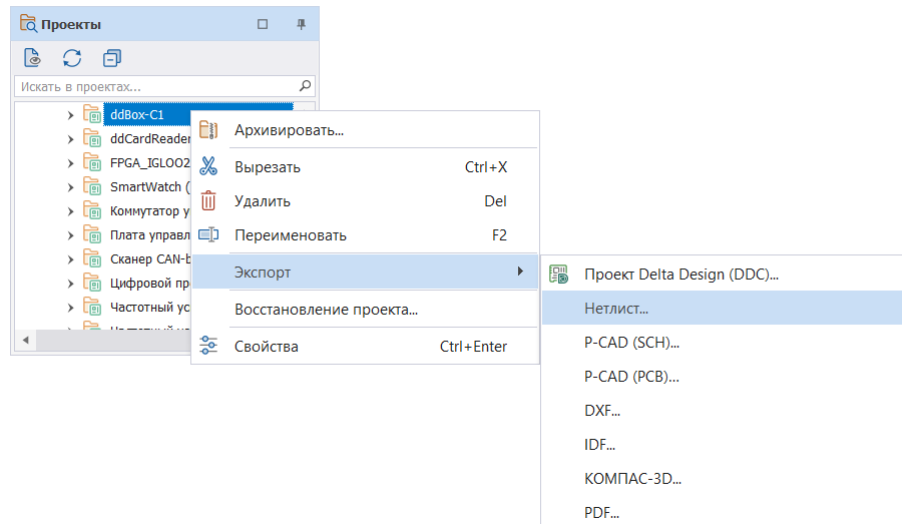

Рис. 74 Переход к экспорту нетлиста проекта
1. Вызовите контекстное меню с выбранного проекта, выберите «Экспорт» → «Нетлист...», см. Рис. 74.